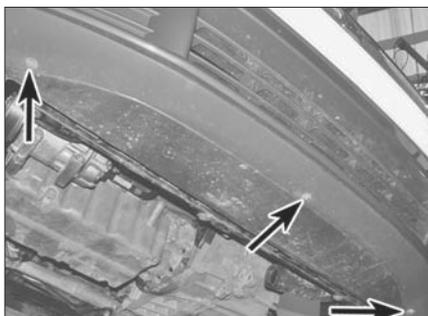

Рис. 22.1. Отверните три винта (указаны стрелками), расположенные под бампером
- 1 Отверните три винта (типа Torx) крепления воздухоотражательной панели к бамперу (рис. 22.1).